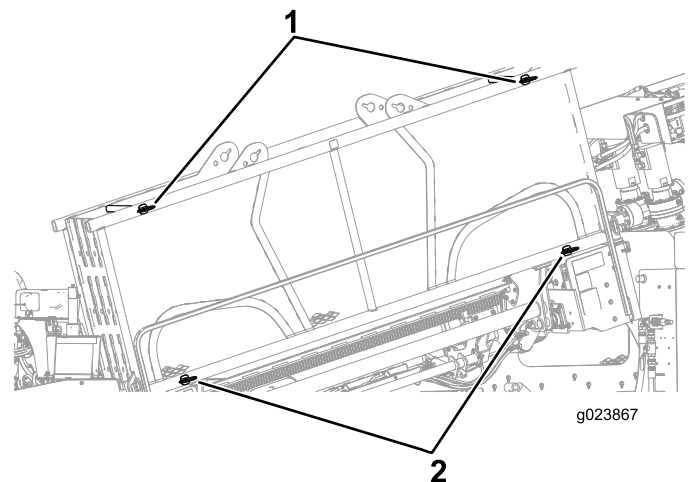

Figura 67
1. Certifique-se de que os 2 pinos superiores e os 2 pinos inferiores estejam instalados, mantendo as hastes confinadas no porta-hastes (Figura 67).